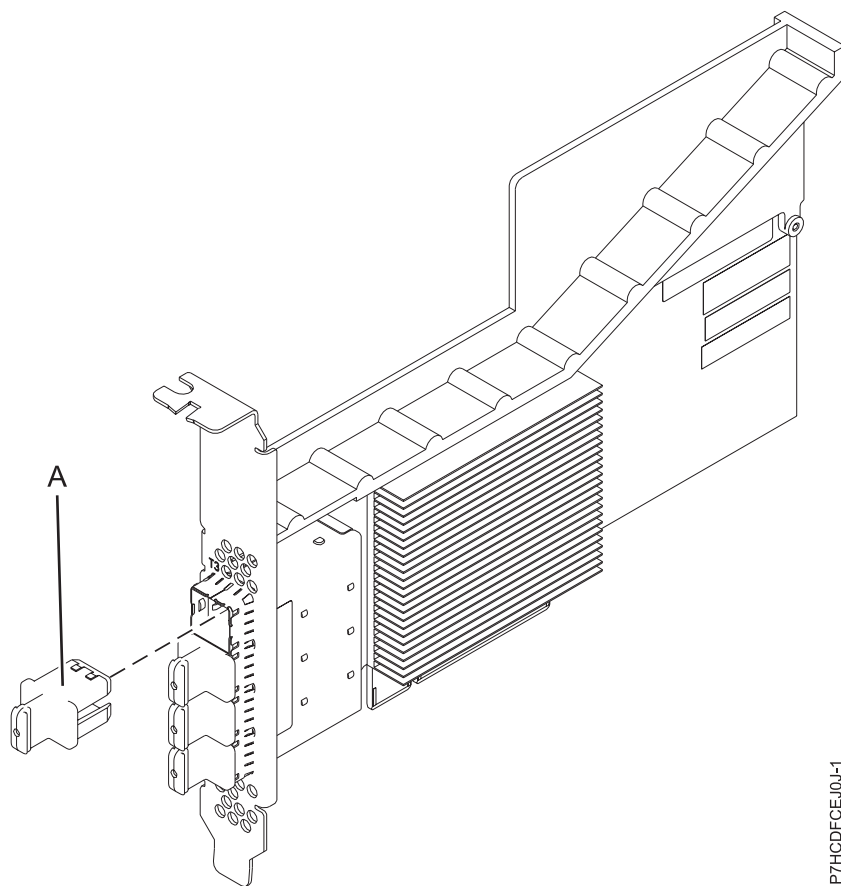

Figure 21. Carte PCIe3 à 4 ports SAS x8
La carte PCIe3 à 4 ports SASA x8 est une carte PCI Express (PCIe) SAS RAID de troisième génération, courte et à faible encombrement mais destinée à une installation pleine hauteur. La carte est destinée à des applications SAS (Serial Attached SCSI) hautes performances et haute densité. Elle prend en charge le raccordement d'unité de bande ou DVD SAS à l'aide de quatre connecteurs mini-SAS haute densité (HD) x4 qui permettent d'utiliser les liaisons physiques dans différentes configurations étroites et larges de ports. Le raccordement de bande magnétique n'est pris en charge qu'avec une configuration de carte unique et ne peut pas être combiné avec un disque SAS sur la même carte. L'adaptateur ne dispose pas d'un cache en écriture. La figure 21, à la page 62 illustre la carte PCIe3 à 4 ports SASA x8.
La figure 21 représente la carte. Le capuchon du connecteur **(A)** est installé dans un port vide et empêche que ce port ne soit endommagé lorsqu'un câble d'un connecteur de port adjacent est branché ou retiré.